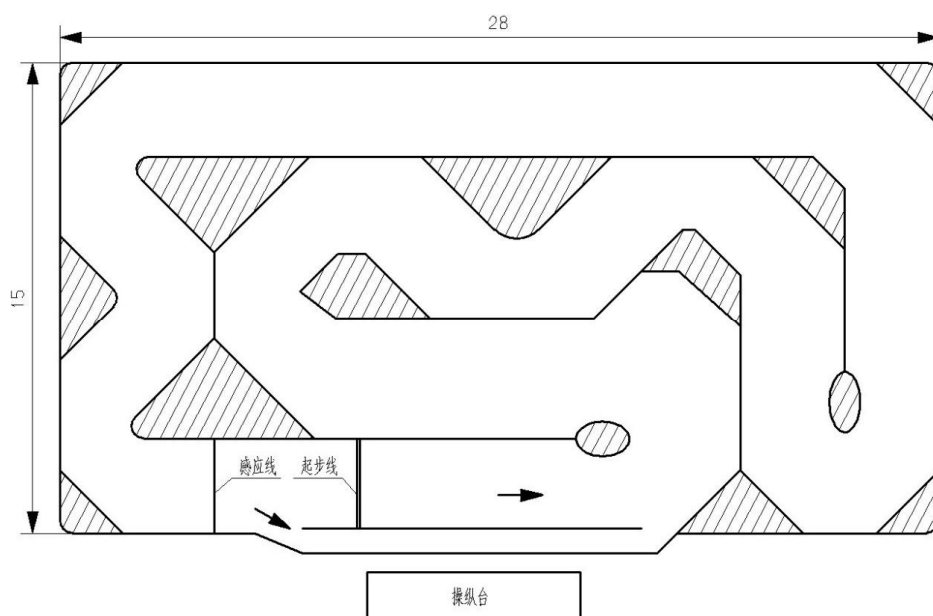

图 6 公路竞速运动水平四级实操测试场地
7.3.4 公路竞速运动水平四级实操测试场地见图 6，赛道宽 3 m~4 m，场地及围挡可以通过划线及低成本方式布置。实操测试按 7.3.2.1~7.3.2.5 执行。